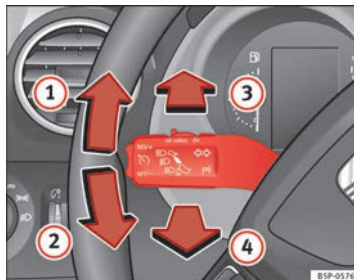

Fig. 75 Levier des clignotants et des feux de route
- Levez le levier jusqu'en butée ⇒ fig. 75 ① pour actionner les clignotants **droits** ou abaissez-le jusqu'en butée ② pour actionner les clignotants **gauches**.
- Si les feux de croisement sont allumés, poussez le levier vers le volant ⇒ fig. 75 ③ pour allumer les feux de route.
- Poussez le levier vers le volant ⇒ fig. 75 ④ pour allumer les feux de route.